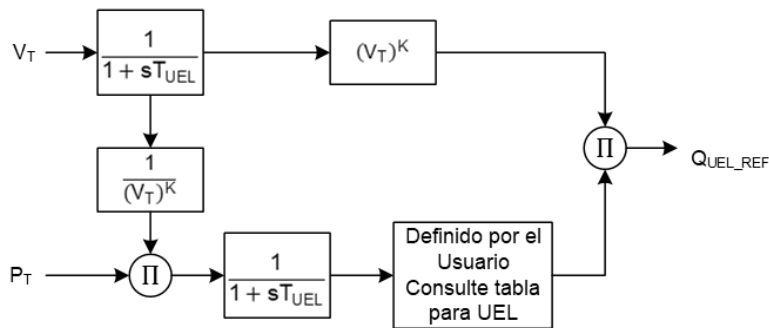

Figura 33-12. Ajuste de la Curva UEL en Función del Voltaje del Generador y la Potencia Real
2. Los niveles ingresados para la curva definida por el usuario se definen para el funcionamiento con el voltaje nominal del generador. La curva UEL definida por el usuario se ajusta automáticamente en función del voltaje operativo del generador y la potencia real utilizando el exponente de potencia real de dependencia del voltaje UEL como se muestra en Figura 33-12.